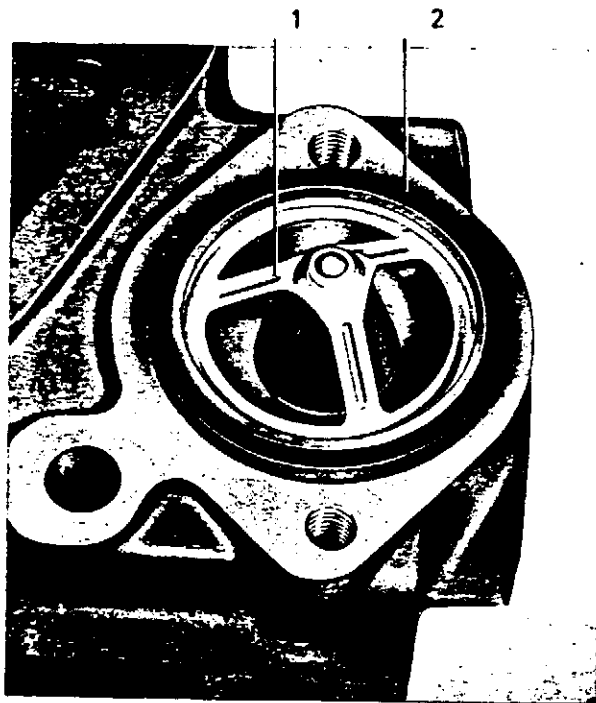

Abb. 31. Auswechseln des Thermostates
3. Den Thermostat austauschen (1, Abb. 31). Neue Dichtung verwenden. Das Ventil an der Unterseite des Thermostates durch Ein-drücken und Auflassen des federbelasteten Ventiltellers.